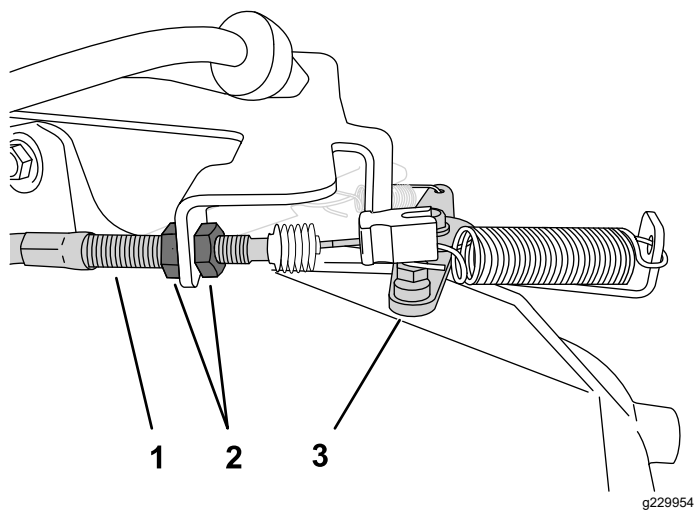

Figura 41
2. En la funda del cable del acelerador, afloje la contratuerca delantera y apriete la contratuerca trasera para aumentar el ralentí bajo (Figura 41).